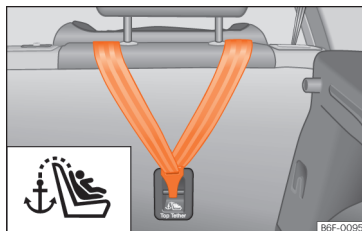

Fig. 41 Parte posterior dos bancos traseiros: argolas de fixação para o cinto Top Tether.
- Deslize a correia e fixe-a corretamente na fixação da parte posterior do encosto >>> Fig. 41.